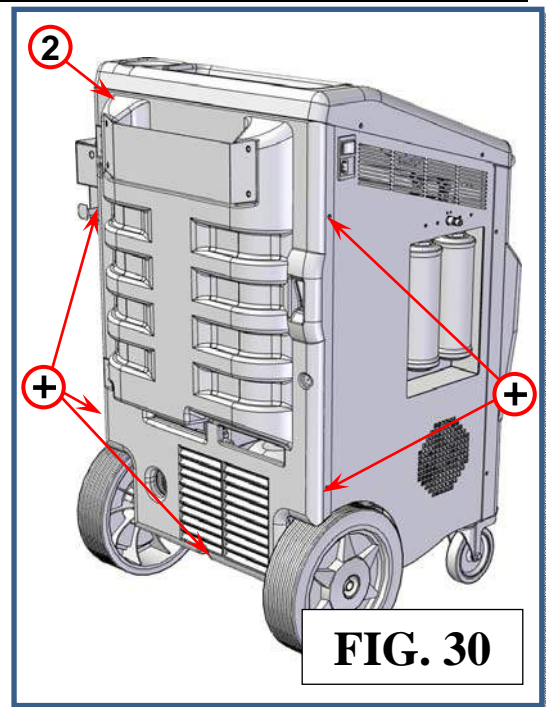

FIG. 30
- 2) Rimuovere la plastica posteriore (rif 2, Fig.30) per accedere alla pompa del vuoto